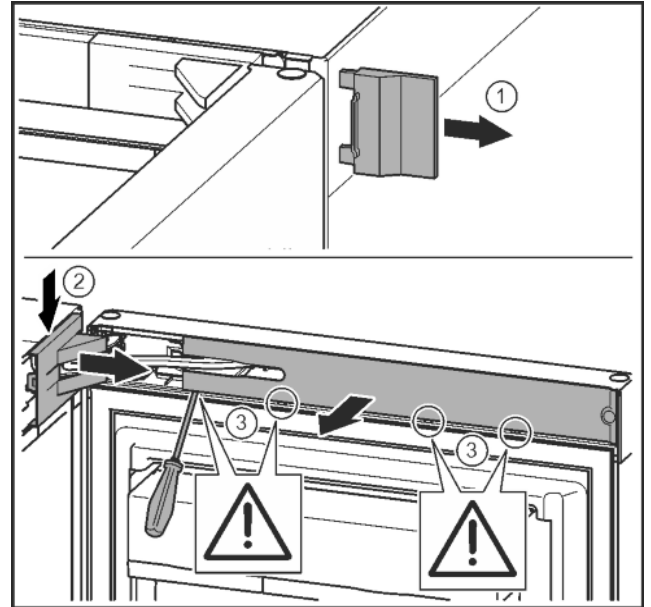

Fig. 8
- Зніміть зовнішню кришку. Fig. 8 (1)
- Звільніть і ослабте кришку опорного кронштейна. Зніміть кришку опорного кронштейна. Fig. 8 (2)
- За допомогою шліцевої викрутки звільніть від фіксатора та поверніть убік накладку. Fig. 8 (3)